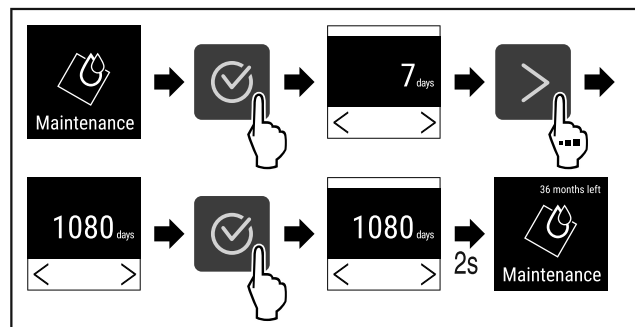

Fig. 78
- ▶ Efectuați pașii de acțiune (vezi Fig. 78).